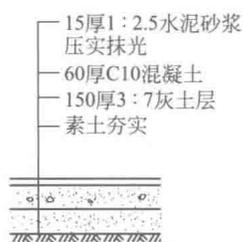

图 1-4 混凝土散水坡
(13) 散水坡 又称护坡，是指房屋周围保护墙基，分散雨水远离墙脚的保护层。定额中包括挖土、筑坡、填土夯实、垫层铺设和面层浇注等，其工程量按图示尺寸以 m^2 计算。图 1-4 为混凝土散水坡构造及做法示意图。
(14) 台阶 当建筑物室内地面与室外地面有高差时，为了便于使用，用砖、石、混凝土等筑成的逐级供人上下的设施。
(15) 室内主墙间净空面积 主墙间中心线间的面积扣除凸出地面的构筑物、设备基础、地沟、室内铁道等所占的面积后的剩余面积即为室内主墙间净空面积。在计算室内地面垫层工程量时常会用到这一概念。